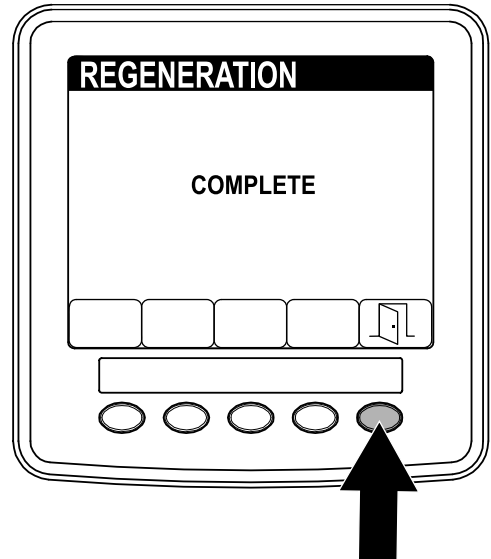

Figura 54
5. Una vez finalizada la regeneración, aparece la pantalla COMPLETE (finalizada) en el InfoCenter. Pulse el botón 5 para volver al menú SERVICE (servicio) (Figura 54).